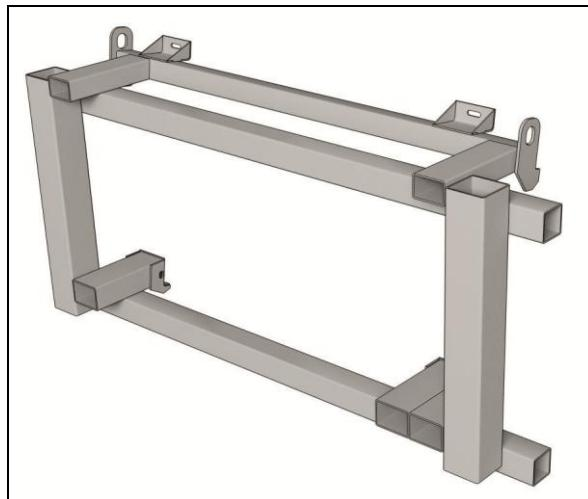

Рисунок 7.6 – Погрузочная рамка ЖСУ-600.33.11.200
7.5.1 Для компактной перевозки жаток RSM FS-600 и RSM FS-600-01 применяется погрузочная рамка ЖСУ-600.33.11.200 (см. рисунок 7.6).